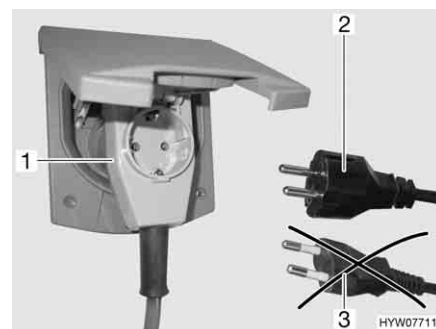

Fig. 95 Collegamento ad un connettore ad angolo provvisto di presa
- Se si impiega un connettore ad angolo CEE 17 provvisto di una presa integrata sulla parte posteriore (Fig. 95,1), utilizzare esclusivamente una spina IP 44 gommata e sigillata con contatto di terra (Fig. 95,2). Non utilizzare spine senza contatto di terra (Fig. 95,3). Pericolo di scarica elettrica!